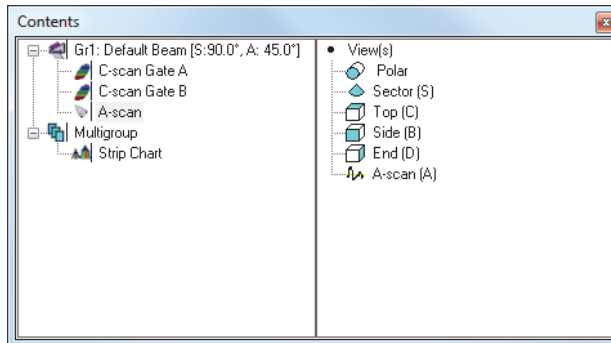

Рис. 4-37 Диалоговое окно **Содержимое**
2. Щелкните  на панели инструментов (или нажмите SHIFT+ENTER), чтобы открыть диалоговое окно **Содержимое** (Рис. 4-37 на стр. 139).